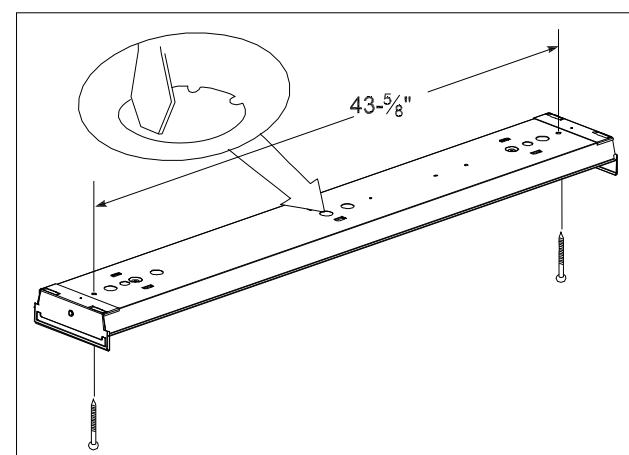

Figure 2
2. **Enlever les embouts décoratifs (2)** et le diffuseur (4) après avoir dévissé les faîteaux décoratifs (1) à chaque extrémité de l'appareil. Retirer les embouts et le diffuseur et les mettre de côté.
4. **Retirer la débouchure de 7/8 dia.** au centre de l'appareil. Appuyer un tournevis sur la débouchure et donner un coup de marteau. (Toujours porter de lunettes de sécurité en utilisant un marteau.) Dégager la rondelle à l'aide de pinces puis l'enlever. Voir la Fig. 2.
5. **Soulever le boîtier au plafond**, centrer sur la boîte de raccordement en parallèle aux murs. Tracer une marque au crayon à travers les rainures (2) de 5/16 po pour les trous de montage. Percer un trou de 1/8 po à chaque endroit. Voir la Fig. 2.
2. **Uninstall Decorative Ends (2)** and Diffuser (4) by unscrewing the Decorative Finials (1) at each end of the fixture. Remove Ends and Diffuser and place to the side.
3. **Squeeze Wireway Cover (3)** above ebossed tab area to release from the Fixture Housing (5).
4. **Remove 7/8" diameter center knockout** by placing straight blade screwdriver on knockout and striking with hammer. (Wear safety glasses when hammering.) Remove slugs by flexing back and forth with pliers. **See Fig. 2.**
5. **Lift fixture housing to ceiling**, center over outlet box and parallel to walls. Mark ceiling with pencil for mounting holes through (2) 5/16" holes. Drill 1/8" pilot hole at each location. **See Fig. 2**
2. **Desinstale los Extremos Decorativos (2)** y el Difusor (4) desatornillando los Finials Decorativo (1) a cada extremo del luminario. Quite los Extremos y el Difusor y póngalo a un lado.
4. **Quite el knockout de 7/8" de diámetro** colocando un destornillador plano en el centro del knockout y déle un golpe con un martillo. (Siempre utilice gafas de seguridad cuando use un martillo.) Termine de sacar el knockout con una pinza, moviendo el knockout de lado a lado hasta que salga. **Vea Fig. 2.**